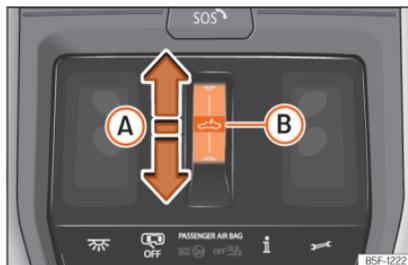

Fig. 101 No revestimento interior do teto: botão do teto de vidro.
»» Fig. 101 (A).
- Antes de decorrerem aprox. 5 segundos da ativação da função antientalamento, deslize o dedo para a frente sobre a área funcional ⤴ »» Fig. 101 Ⓐ e mantenha pressionado até o teto se fechar totalmente.